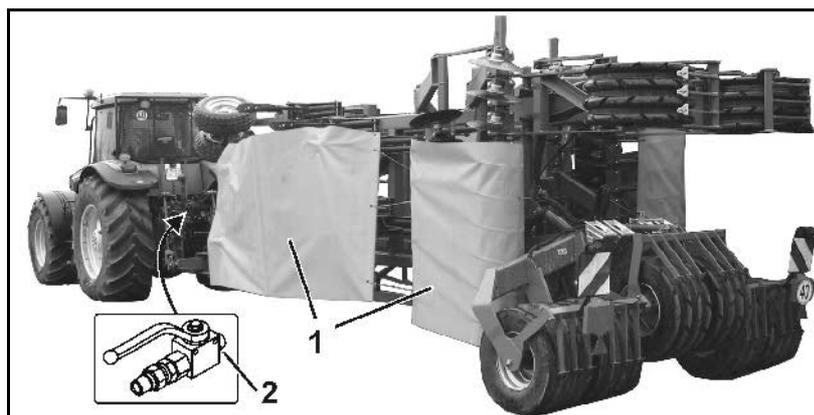

Fig. 7
- Cubiertas de protección para el transporte en carretera (Fig. 7/1).
- Llave esférica para evitar giros indeseados (Fig. 7/2).